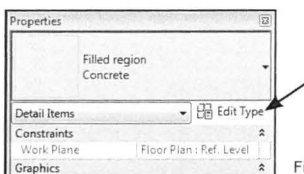

Fig. 15.75. *Edit Type*.
- Klik *Edit Type* (Fig. 15.75).